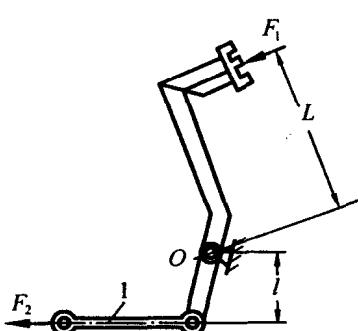

图 2-8
2.8 汽车离合器踏板如图 2-8 所示。已知踏板受到压力 $F_1 = 400 \text{ N}$ 作用, 拉杆 1 的直径 $D = 9 \text{ mm}$, 杠杆臂长 $L = 330 \text{ mm}$, $l = 56 \text{ mm}$, 拉杆的许用应力 $[\sigma] = 50 \text{ MPa}$, 校核拉杆 1 的强度。